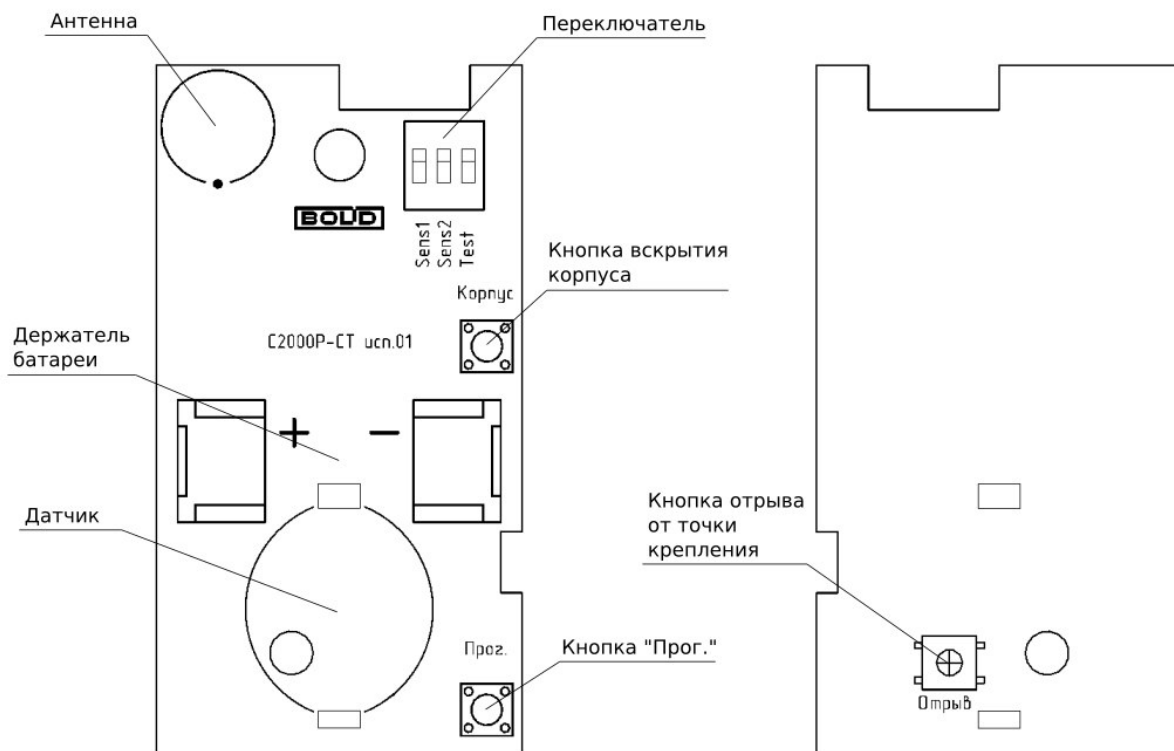

Рисунок 2.2 Расположение элементов на плате
На плате извещателя располагается элемент питания и органы управления прибором (см. Рисунок 2.2):
- Нажать кнопку «Прог.» на плате извещателя (см. Рисунок 2.2) на время более 3 секунд.